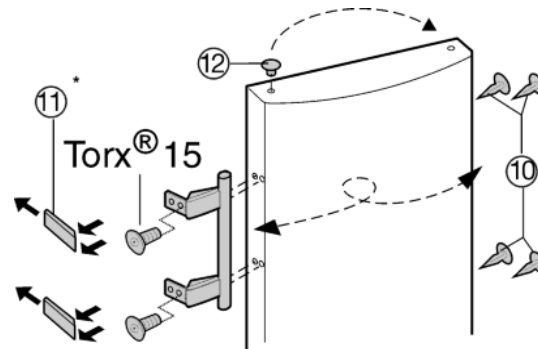

Fig. 8
▶ Vyjměte zátky Fig. 8 (12) z pouzdra ložisek dveří a přemístěte je.
▶ Odmontujte kliku dveří, zátky Fig. 8 (10) a krycí destičky Fig. 8 (11) a nasadte na druhou stranu.